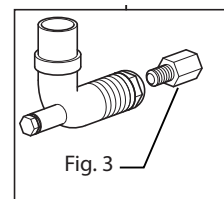

Fig. 3
- dévisser la vis de la prise de pression (Fig. 3) ;
- Dévisser l'injecteur de son emplacement (Fig. 3).
- Dévisser le thermocouple du pilote (Fig. 3/A)
- Débrancher le câble de haute tension de la bougie (Fig. 3/B)
- Dévisser l'écrou (Fig. 3/C)
- Débrancher le câble de haute tension (Fig. 3/B)
- Débrancher le câble de l'allumeur piézoélectrique (Fig. 3/D)